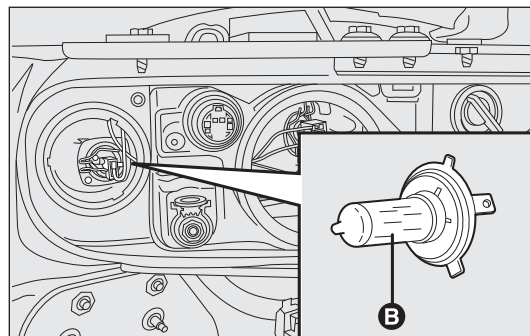

рис. 143
**ФАРЫ ДАЛЬНОГО СВЕТА – рис. 143**